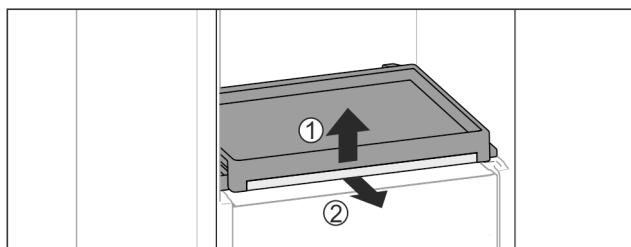

Fig. 49
- ▶ Vyměňte vysouvací přihrádku se skleněnou deskou: Skleněnou desku vpředu lehce nadzvedněte Fig. 49 (1) a vytáhněte dopředu Fig. 49 (2).